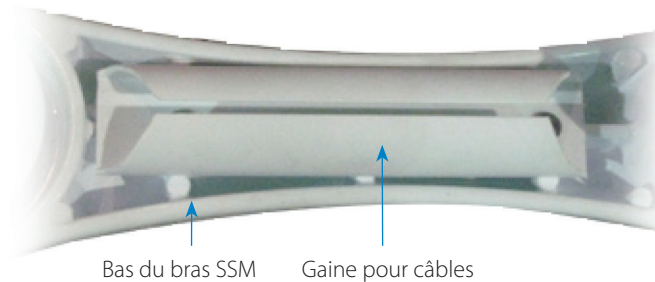

Figure 1
1. Acheminez les câbles par les ouvertures et insérez-les dans la guide-câble. Vous pourriez devoir écarteler le guide-câble pour y acheminer les câbles plus gros. Si c'est le cas, faites attention de ne pas endommager le guide-câble. Prévoyez du mou pour les câbles au haut et au bas du bras pour prévenir que les câbles soient pliés ou que les connecteurs ou guide câble ne subissent du dommage (**Figure 1**).